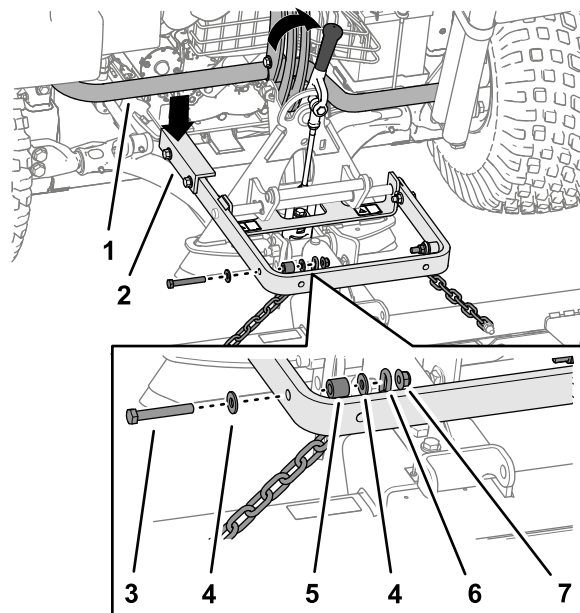

Figura 6
Important: Braul lung al ansamblului braului de ridicare trebuie să se afle sub ansamblul cadrului spate al unității de traciune (Figura 6).
Ridicați i deplasai întotdeauna dispozitivul de ataare folosind mânerul de la partea din spate a adaptorului dispozitivului de ataare (Figura 6).
5. Fixați veriga superioară a fiecărui lan la exteriorul braului de ridicare (Figura 6) utilizând un urub ($\frac{3}{8}$ x 2- $\frac{1}{2}$ "), 2 aibe ($\frac{3}{8}$ x $\frac{7}{8}$ "), un distanțier i o contrapiuliă ($\frac{3}{8}$ ").